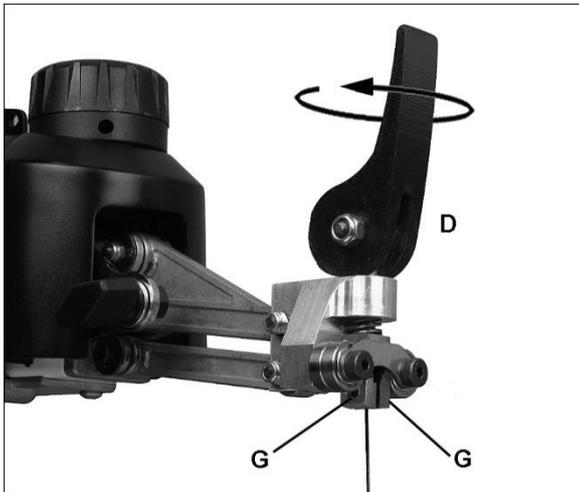

Fig 16
-La tension de la lame peut être augmentée en tournant la poignée (D, Fig 16) d'un tour dans le sens horaire.
-Tournez les vis régulatrices (G) avec une clé de 3mm dans le
Contrôlez tout d'abord que les vis régulatrices (G, Fig 16) font saillie de manière régulière dans la zone de blocage. Régalez si nécessaire.